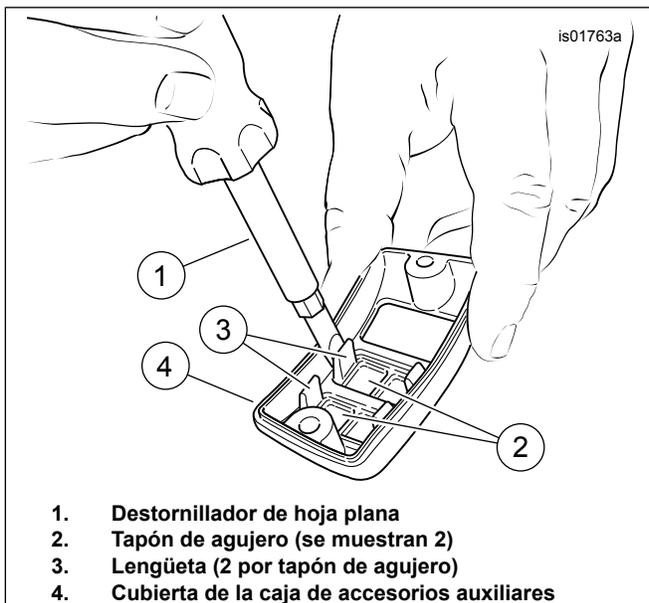

Figura 4. Extracción e instalación de los tapones de agujeros
- b. Si los interruptores o accesorios no están instalados en una o más ubicaciones de la caja, obtenga un tapón cromado de agujero del kit para cada abertura en la cubierta. Vea la Figura 4. Usando un destornillador de hoja plana (1), cuidadosamente comprima la lengüeta (3) y extraiga todos los tapones negros de agujeros (2) de la cubierta de la caja (4). Si está reubicando el tapón del agujero, encaje a presión el **nuevo** tapón cromado en la ubicación deseada.
- e. Si los interruptores o accesorios no están instalados en una o más ubicaciones de la caja, obtenga un tapón cromado de agujero del kit para cada abertura en la cubierta. Vea la Figura 4. Usando un destornillador de hoja plana (1), cuidadosamente comprima la lengüeta (3) y extraiga todos los tapones negros de agujeros (2) de la cubierta de la caja (4). Encaje el tapón cromado **nuevo** en la ubicación deseada.